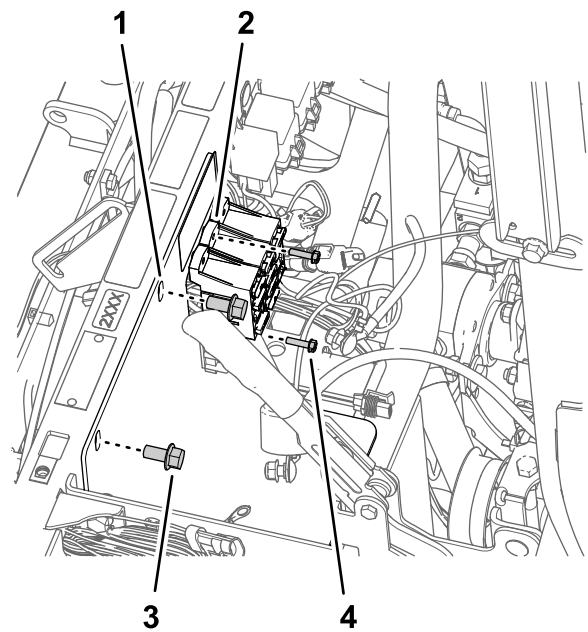

Bild 170
3. Entfernen Sie die Bolzen (10-24 x 3/4") und Muttern (10-24), die den Sicherungskasten an der Batteriehalterung halten (Bild 170).
4. Entfernen Sie die zwei Bundkopfschrauben (3/8" x 3/4"), mit denen die Batteriehalterung am Stützrohr des Stoßdämpfers der Maschine befestigt ist (Bild 170).